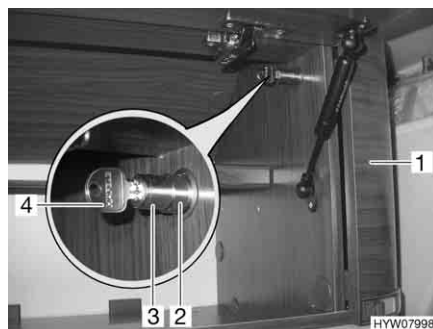

Fig. 86 Base estraibile con serratura a pressione
- Girare la chiave (Fig. 86,4) in senso orario di un quarto di giro. La parte interna (Fig. 86,3) della serratura a pressione (Fig. 86,2) scatta all'infuori.
- Estrarre la base estraibile laterale (Fig. 86,1).
- Inserire completamente la base estraibile laterale (Fig. 86,1).
- Premere verso l'interno la parte interna (Fig. 86,3) della serratura a pressione (Fig. 86,2), finché non si innesta. La base estraibile laterale è bloccata.